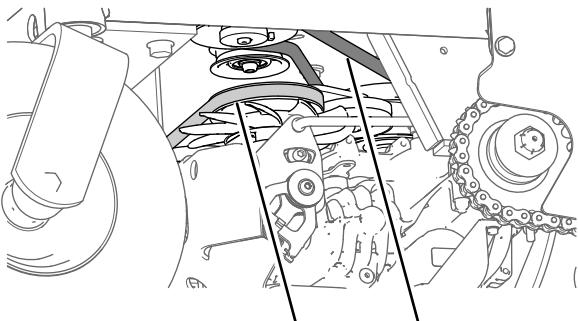

Figura 50
3. Compruebe la condición y la tensión de la correa de transmisión de la bomba auxiliar (Figura 50).
4. Compruebe la condición de la correa de la transmisión (Figura 50).